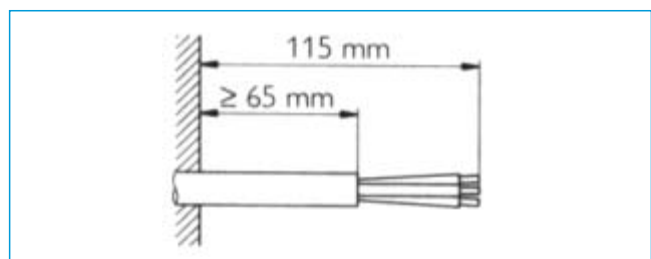

Fig. 15
- Cuando la instalación sea empotrada, debe asomar por la pared un tramo de, como mínimo, 65 mm de cable aislado (fig. 15).